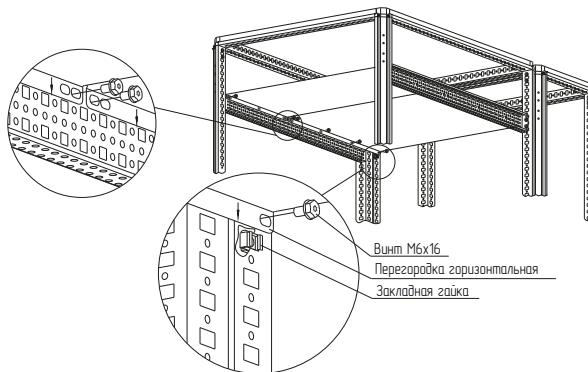

Рисунок 2
- вариант 2. Установить закладные гайки в квадратные отверстия реек монтажных тип В. Расположить перегородку горизонтальную между рейками монтажными тип В и закрепить винтами M6×12 и шайбой 6 (рисунок 2). Момент затяжки – 7 Н·м. Комплект крепежа приобрести отдельно;